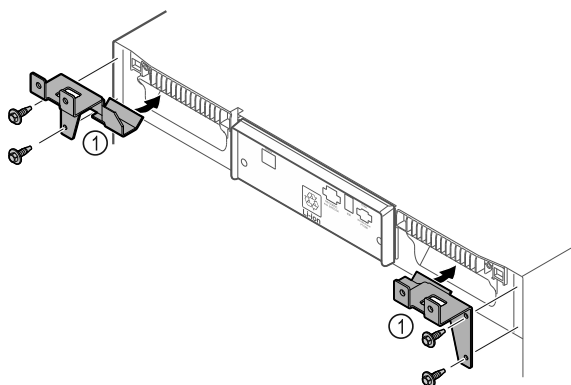

Fig. 66
- Montare i componenti di tenuta Fig. 66 (1) con viti autofilettanti sul dispositivo.